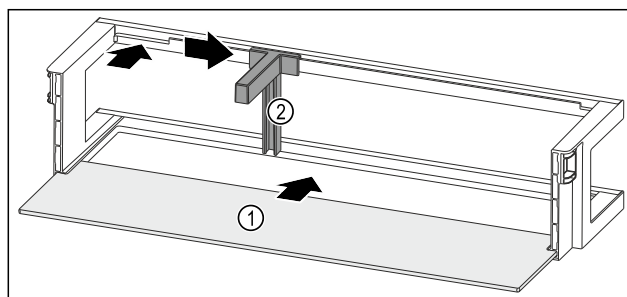

Fig. 136 Balconcino controporta con ripiano
- Inserire il ripiano Fig. 136 (1) negli incavi laterali.
- Inserire il portabottiglie Fig. 136 (2) nell'incavo.
- Far scorrere il portabottiglie Fig. 136 (2) lateralmente alla posizione desiderata.